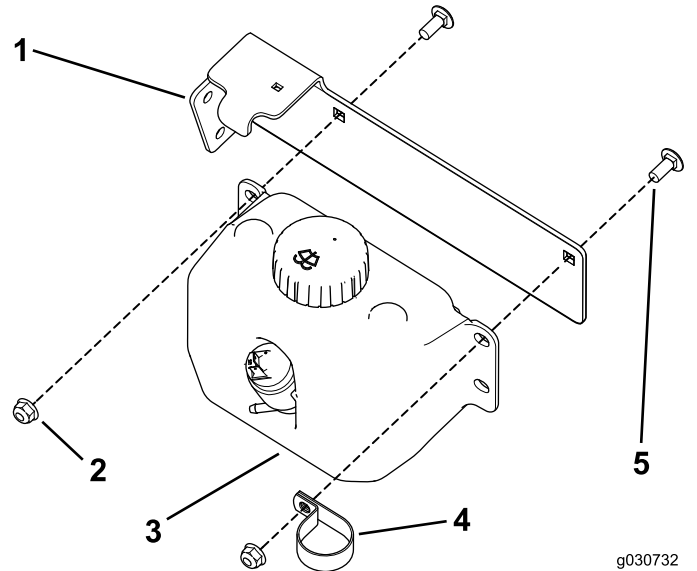

Figure 34
- Fixez le réservoir de lave-glace au collier en R sur le support du réservoir à l'aide de 2 boulons de carrosserie (5/16 x 3/4 po) et 2 écrous à embase (5/16 po) (Figure 34).